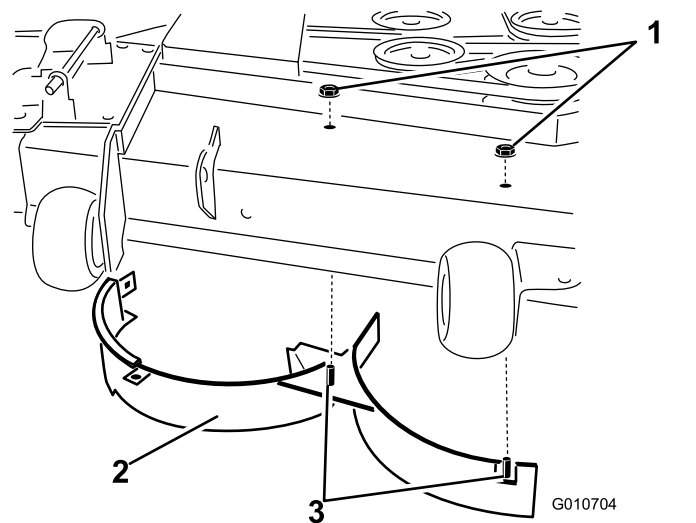

Figura 15
- Retire las 2 contratuercas (5/16") que sujetan las clavijas soldadas del deflector derecho a la parte superior de la carcasa del cortacésped en las posiciones centro y centro derecha (Figura 15).